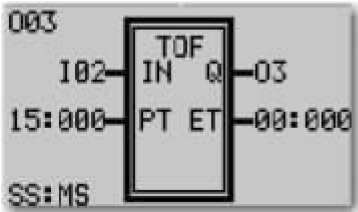

图 1-17 组态 TOF 功能块
- 9) 按“OK”键两次保存修改。组态 TOF 功能块如图 1-17 所示。